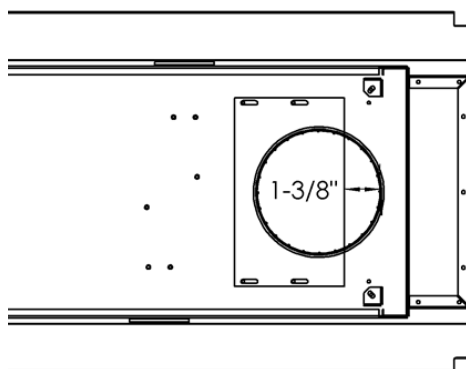

Fig.4
5. Pour un conduit d'évacuation vertical de 40pi ou plus de haut, le réducteur doit laisser une ouverture de 1-3/8" à partir de l'arrière du carneau (Fig.4).